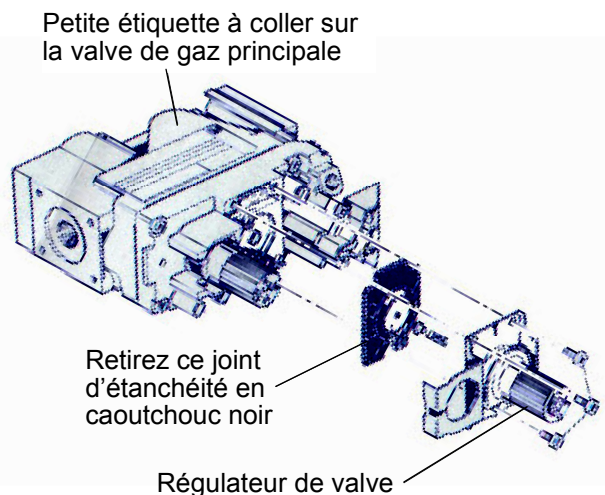

Figure 27. Ensemble de régulateur.
13. **Retrait du régulateur** : Avec un tournevis Torx T-20, retirez les 3 vis de l'avant du régulateur de valve. Voir fig. 27.
Retirez de la valve le joint d'étanchéité en caoutchouc noir. Voir fig. 27.